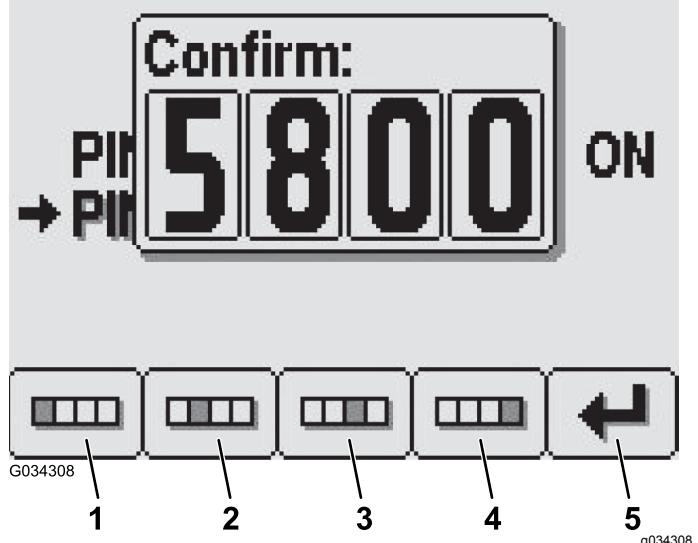

Figura 29
- En la pantalla Confirmar, pulse los botones 1 a 4 para introducir su código PIN nuevo. Cuando termine de introducir el PIN, pulse el botón 5 (Figura 29).
Nota: Despues de confirmar el PIN (Figura 29), aparece la pantalla PIN correcto durante 5 segundos aproximadamente.